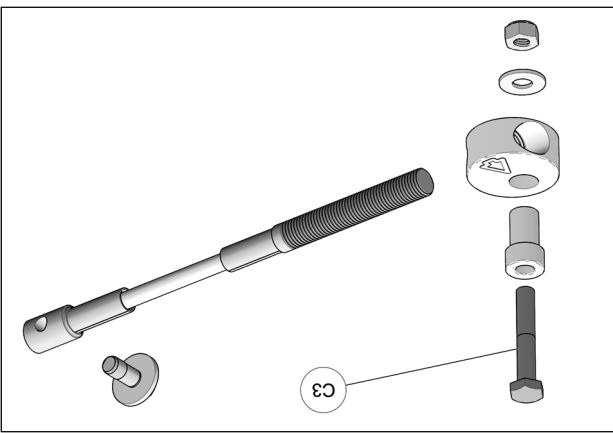

Fig. 20
11. Mettre de côté le boulon M10x60 mm (C3) de l'ensemble de limiteur de conduite. Voir la Fig. 20